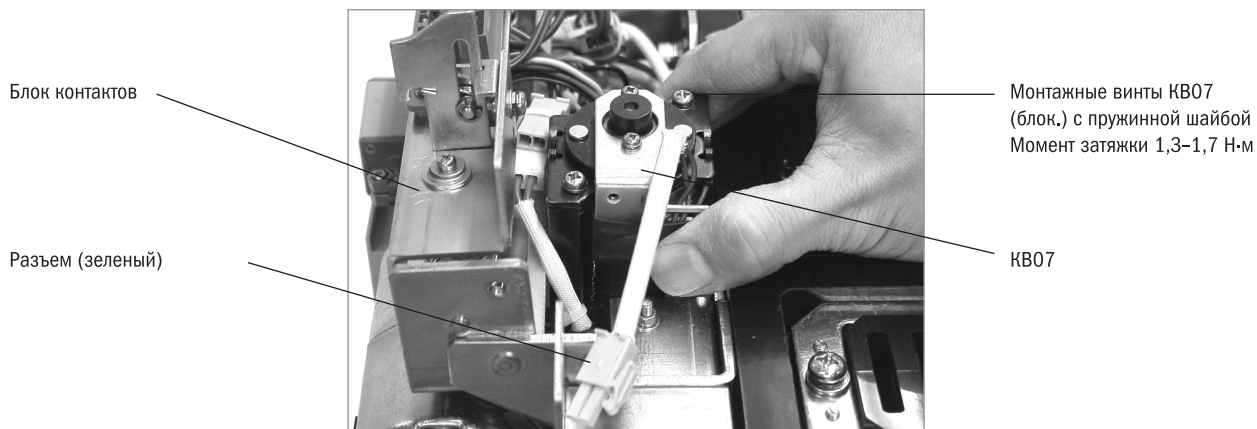

Рисунок 51. Отсоединение катушки включения KB07
6) Проверните монтажные винты KB07 восемь или десять раз для того, чтобы ослабить их, и отсоедините колодку разъема (зеленая). Затем отсоедините KB07. Смотри рис. 51 (Монтажные винты конструктивно заблокированы и не могут быть извлечены из KB07).